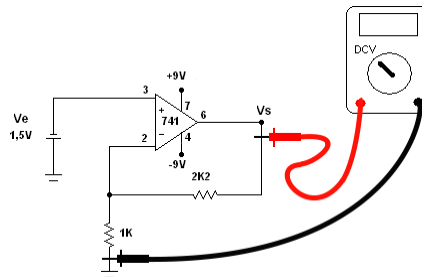
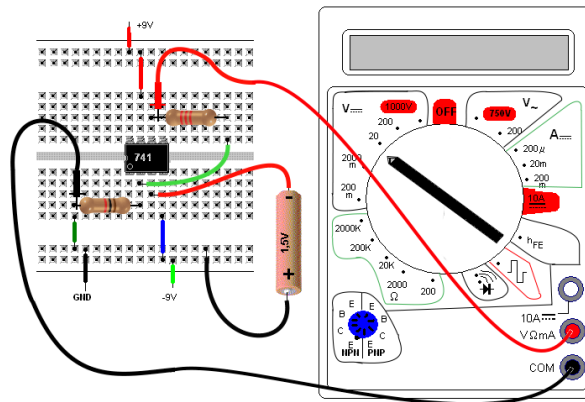

Figura 5: Amplificador Não Inversor - circuito experimental com entrada negativa
Figura 6: Sugestão de montagem na MP do circuito da Figura 5
5. Monte o circuito da Figura 5 na MP de acordo com a sugestão da Figura 6.